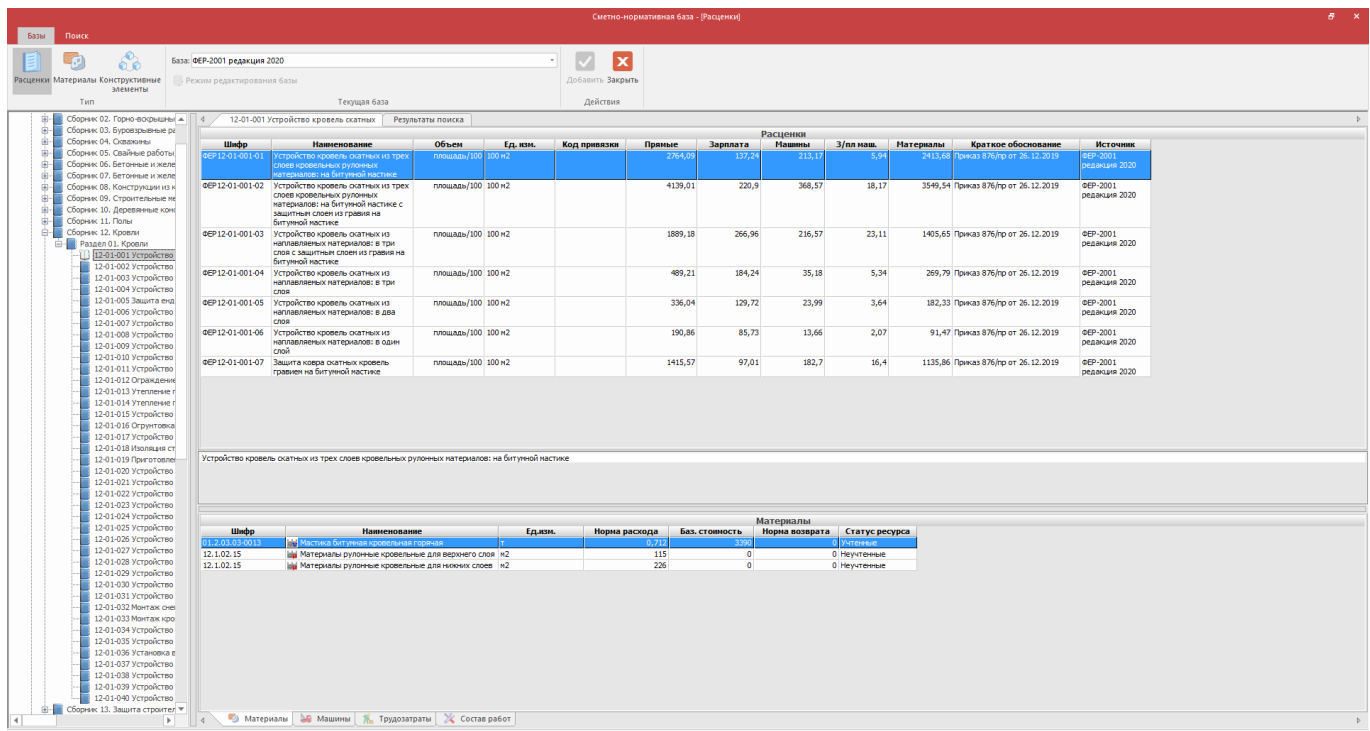

Рис. 2.4 Окно Сметно-нормативной базы
3. В открывшемся диалоговом окне Сметно-нормативная база (рис. 2.4) при помощи команд Расценки, Материалы или Конструктивные элементы, расположенных на вкладке СНБ выбрать тип данных;
1. В окне *Сметно-нормативной базы* (см. рис. 2.4) выбрать тип данных, которые необходимо найти;